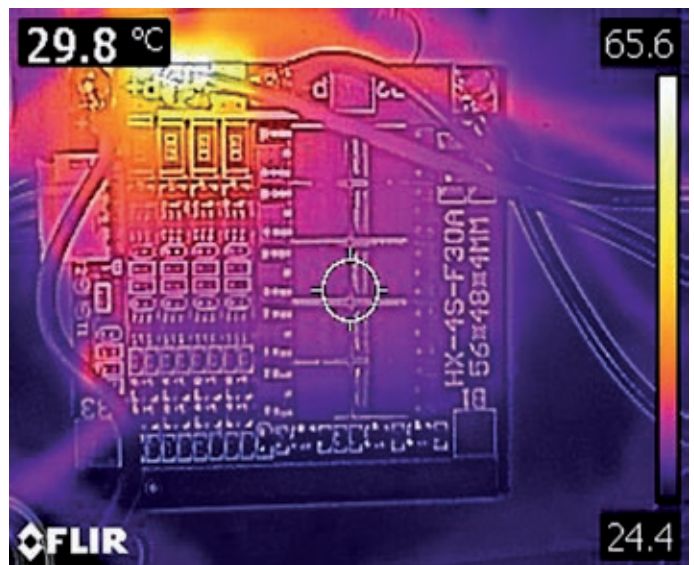

Figure 2
- Pendant la charge la tension entre les éléments doit être équilibrée (charge balancing) pour éviter le dépassement au-delà de 4,21 V, et équilibrer la quantité de charge des éléments mis en série. Cet équilibrage est souvent passif et consiste à dévier du courant dans des résistances du BMS (**figure 2**).
*Figure 2 : Thermo graphie d'une carte BMS en phase d'équilibrage. La prise de vue rapprochée introduit un décalage vertical entre les images dans le visible et l'infra-rouge. Ce sont les résistances d'équilibrage en haut à gauche qui chauffent normalement.*